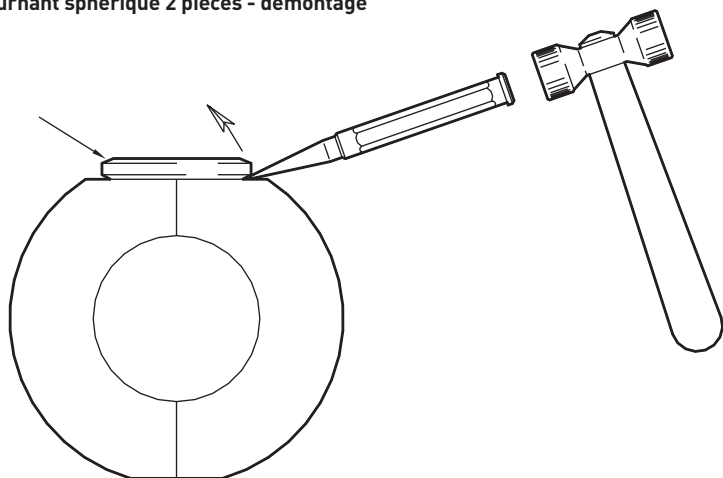

FIGURE 1
- 5.1. Retirer la bague d'accouplement (comme illustré dans la Figure 1).